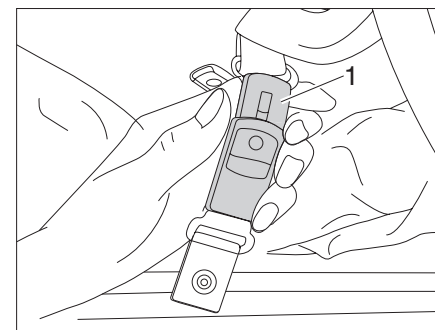

Fig. 44 Fermer la ceinture de sécurité
- ▶ Fermer la ceinture de sécurité (Fig. 44,1).